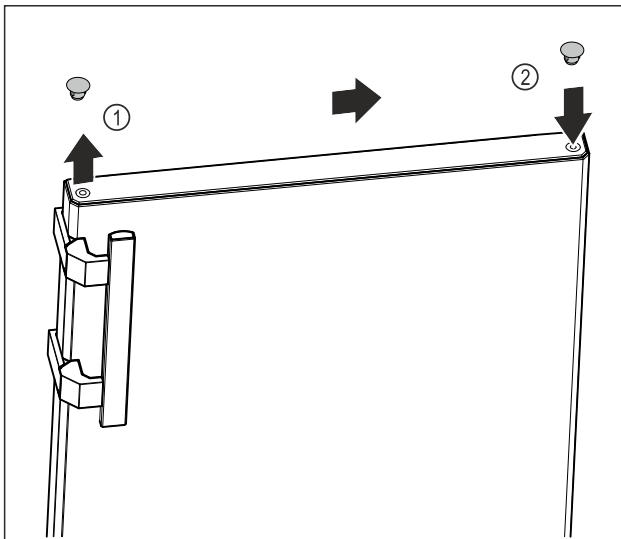

Fig. 18
- ▶ Nosta oven yläosan peitetulpat Fig. 18 (1) varovaisesti uraruuvimeisselillä.
- ▶ Aseta peitetulpat vastapäiselle puolelle. Fig. 18 (2)